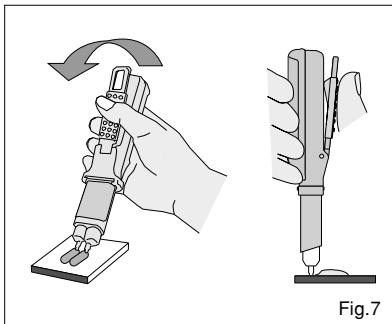

Fig.7
- b) While depressing the lever, level and cut off the extruded material by moving the cartridge and dispenser to an upright position on the mixing pad. (Fig.7)
- b) Während der Hebel gedrückt wird, Dispenser waagrecht halten. Zum Abstreifen des herausgedrückten Materials die Kartusche und den Dispenser in eine aufrechte Position auf dem Mischblock bringen. (Fig.7)